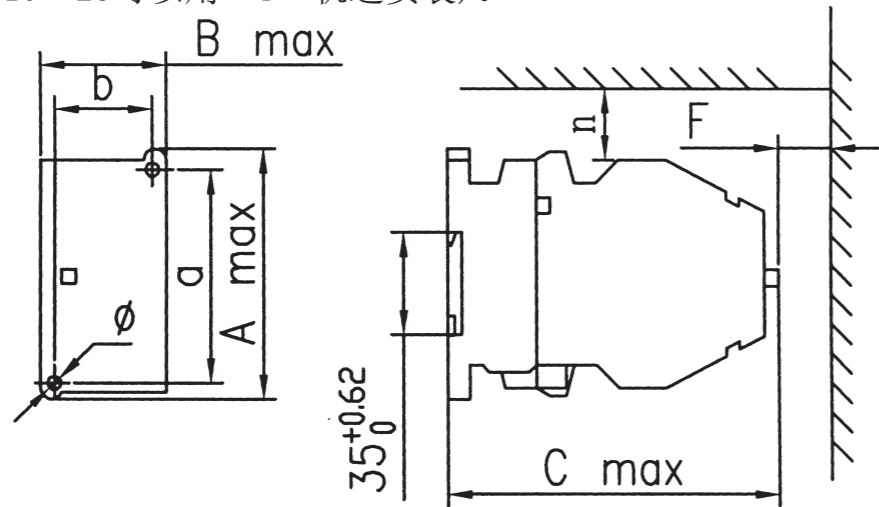

图1
5.1 CJ20-10~40外型尺寸及安装尺寸见图1、表4(CJ20-10~25可以用“T”轨道安装)。